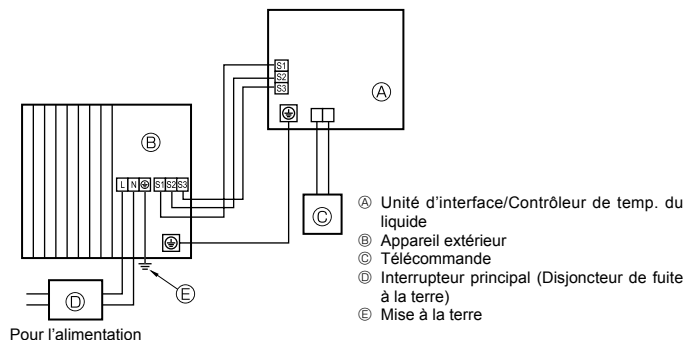

Fig. 6-1
6.1. Appareil extérieur (Fig. 6-1, Fig. 6-2)
- Effectuer le câblage conformément aux Fig. 6-1 et 6-2.